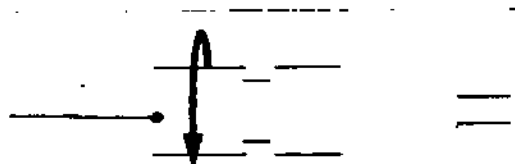
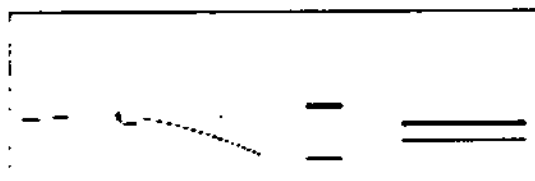

Рисунок 4. Поверните запорное кольцо
Рисунок 5. Зафиксированное положение
3. Придерживая лигатуру, обхватите запорное кольцо и разгрузочную муфту и поворачивайте запорное кольцо по часовой стрелке на 180 градусов до тех пор, пока не услышите или не почувствуете щелчок. См. Рисунок 4. В этом положении завиток зафиксирован, но канал остается открытым для промывания и дренажа. Символ фиксации становится нечетким. См. Рисунок 5.